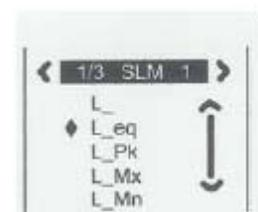

Figura 7-2; Selección de panel
2. Oprima el botón de los anteojos para desplegar el panel de selección. Las mediciones disponibles están en orden en una columna, con la medición seleccionada marcada. En la Figura 7-2, está seleccionado L\_eq.
2. Oprime en el botón debajo de los anteojos para desplegar el Panel de Selección (Figura 7-2) La identificación del análisis es desplegada arriba. En la figura está seleccionado el análisis en 1/3 de octava y el MEDIDOR 1.